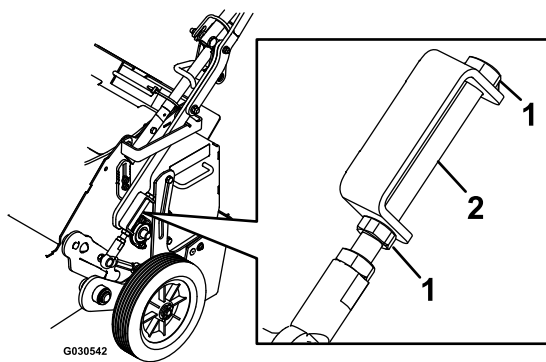

Рисунок 20
- Ослабьте контргайки на регулировочном болте (Рисунок 20).